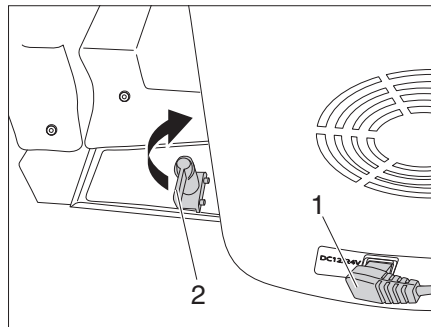

Figure 88 Sécurité de fermeture
- Débrancher le raccordement 12 V (Figure 88,1) de la glacière.
- Tourner la fermeture de sécurité (Figure 88,2) de 180° vers l'avant de la plaque de support.
- Tourner la fermeture de sécurité (Figure 88, 2) de 180° vers l'arrière à la plaque de support.
- Brancher le raccordement 12 V (Figure 88, 1) à la boîte froide.